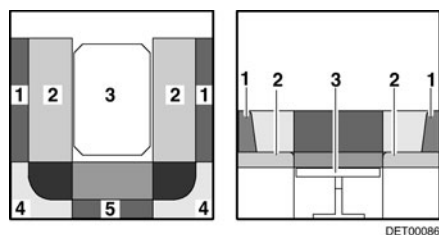

Fig. 92 Durante la transformación
- Tirar de los cojines del asiento (Fig. 92,2) hacia el centro.
- Colocar los cojines del respaldo (Fig. 92,1) entre los cojines del asiento y la pared exterior.
- Quitar los cojines del respaldo (Fig. 92,4 y 5) y ponerlos a un lado.